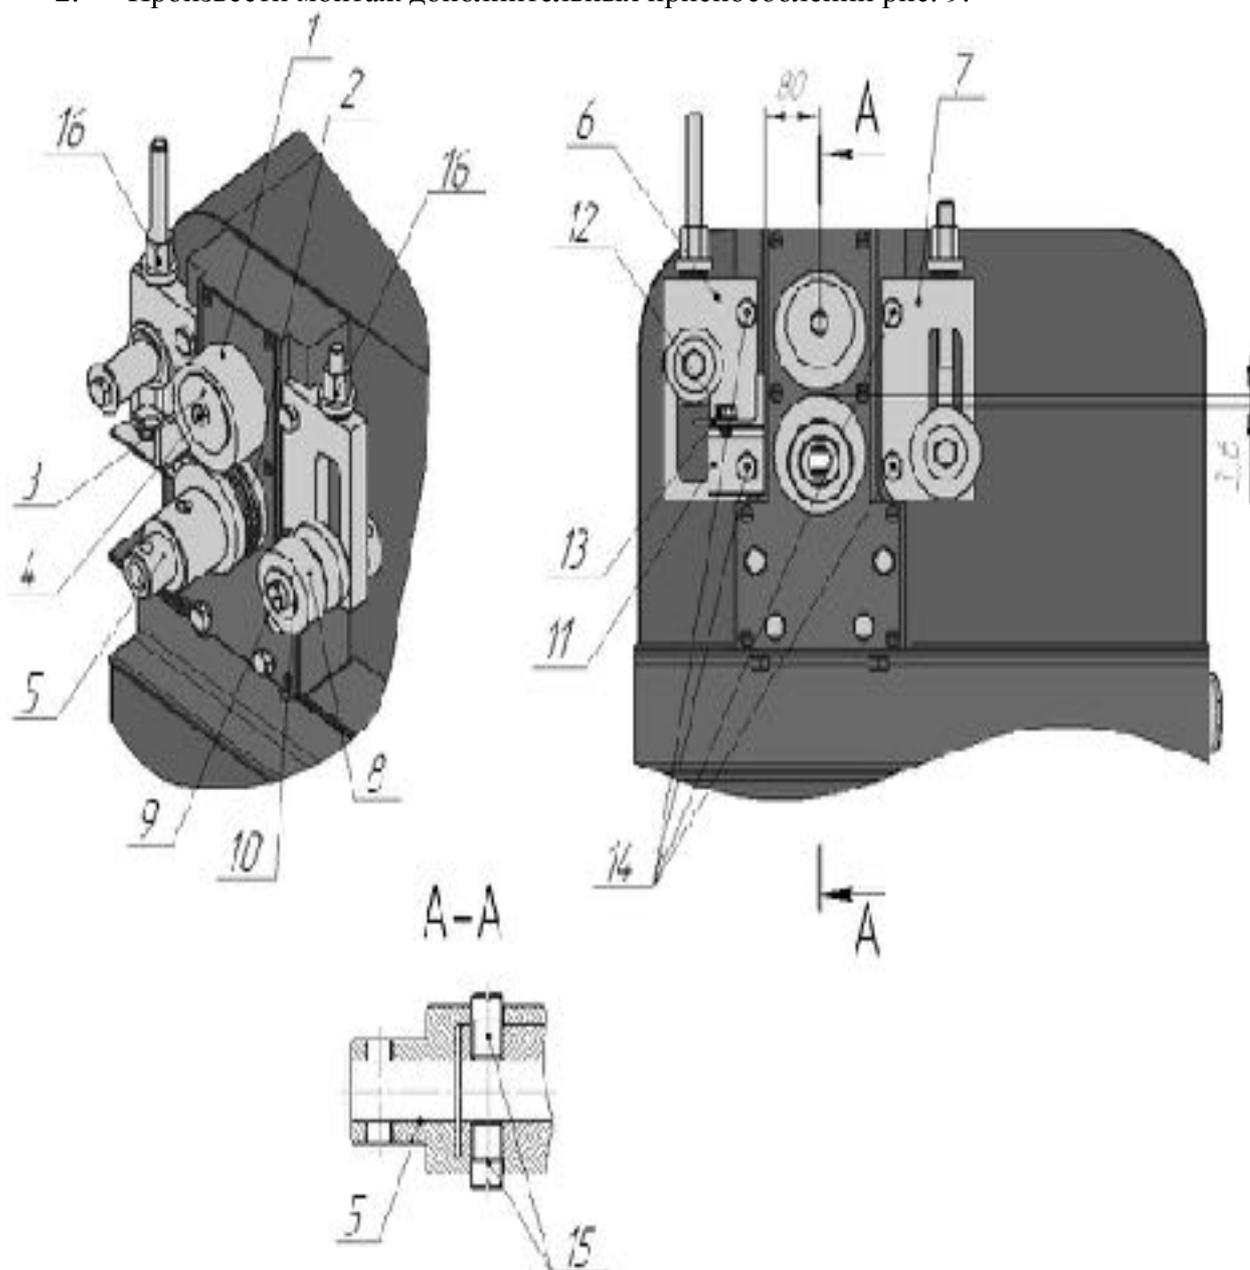

Рис.9 Монтаж дополнительных приспособлений для операции прокатки конца прутка под «Гусиную лапку».
2. Произвести монтаж дополнительных приспособлений рис. 9.
3. При монтаже дополнительных приспособлений нужно учесть, что ролик левого модуля вальцов 6 требуется поднять на максимально возможную высоту, это осуществляется поворотом гайки 16 по часовой стрелке рис.9.
4. После монтажа приспособлений необходимо произвести регулировку ролика правого модуля вальцов 7, путем поворота гайки 16 по часовой или против часовой стрелки до того момента как поверхность направляющей будет отдалена от поверхности валка с канавками 2 примерно 3...6 мм, рис.9.
5. Выставить упор 13 - поверхность совместить с меткой на прокатном модуле рис. 9 (метка находится примерно на расстоянии 80 мм. от центра оси вращения валков).
2. Произвести монтаж дополнительных приспособлений рис.9 с корректировкой – вместо эксцентрикового валка с канавками 2 используем гладкий эксцентриковый валок.
4. Выставить упор 13 – совместить с меткой на прокатном модуле рис.9.
- 12.2. Выставить упор 13 – поверхность совместить с меткой на прокатном модуле рис.9